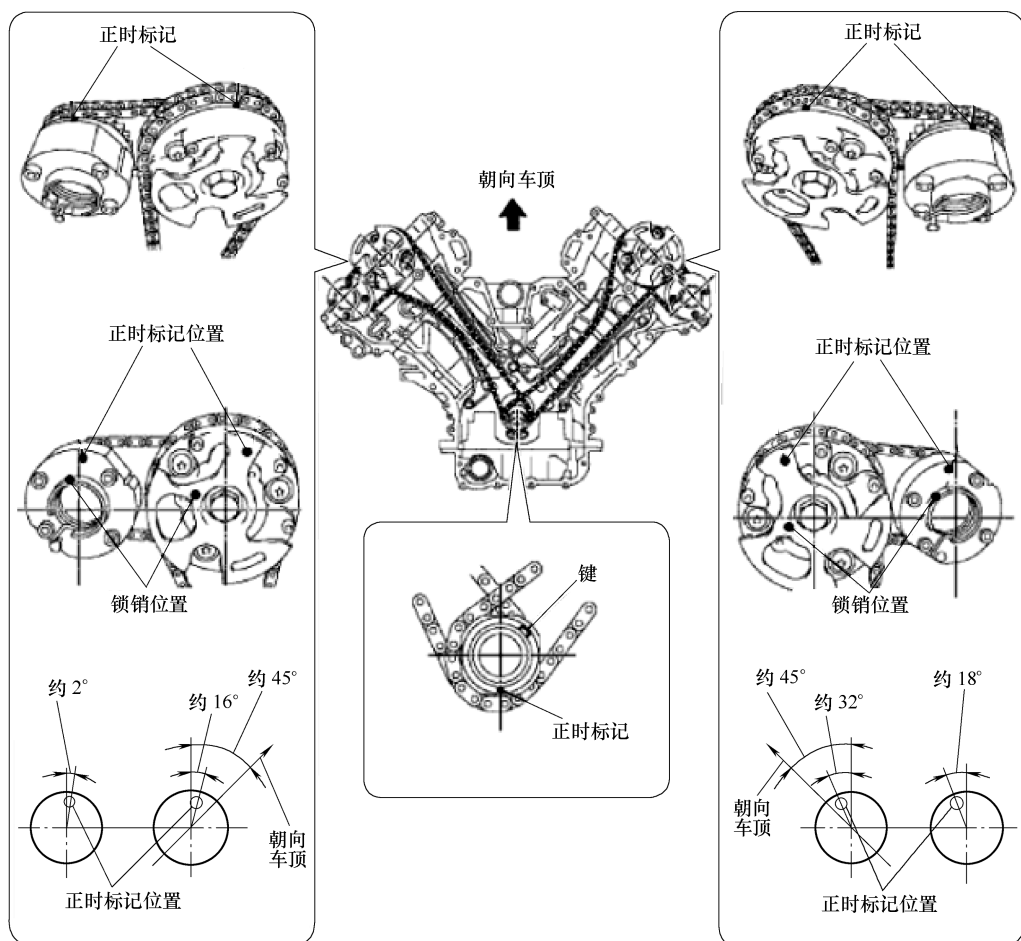

图 1-2 正时链单元正时对正图
① 暂时安装曲轴带轮螺栓。
② 顺时针旋转曲轴, 使曲轴正时链轮和凸轮轴正时齿轮上的正时标记位于如图 1-2 所示位置。